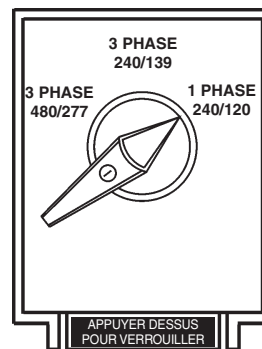

Figure 39. Commutateur de sélection de tension
1. Placer le **commutateur de sélection de tension** dans la position de tension désirée (Figure 39).